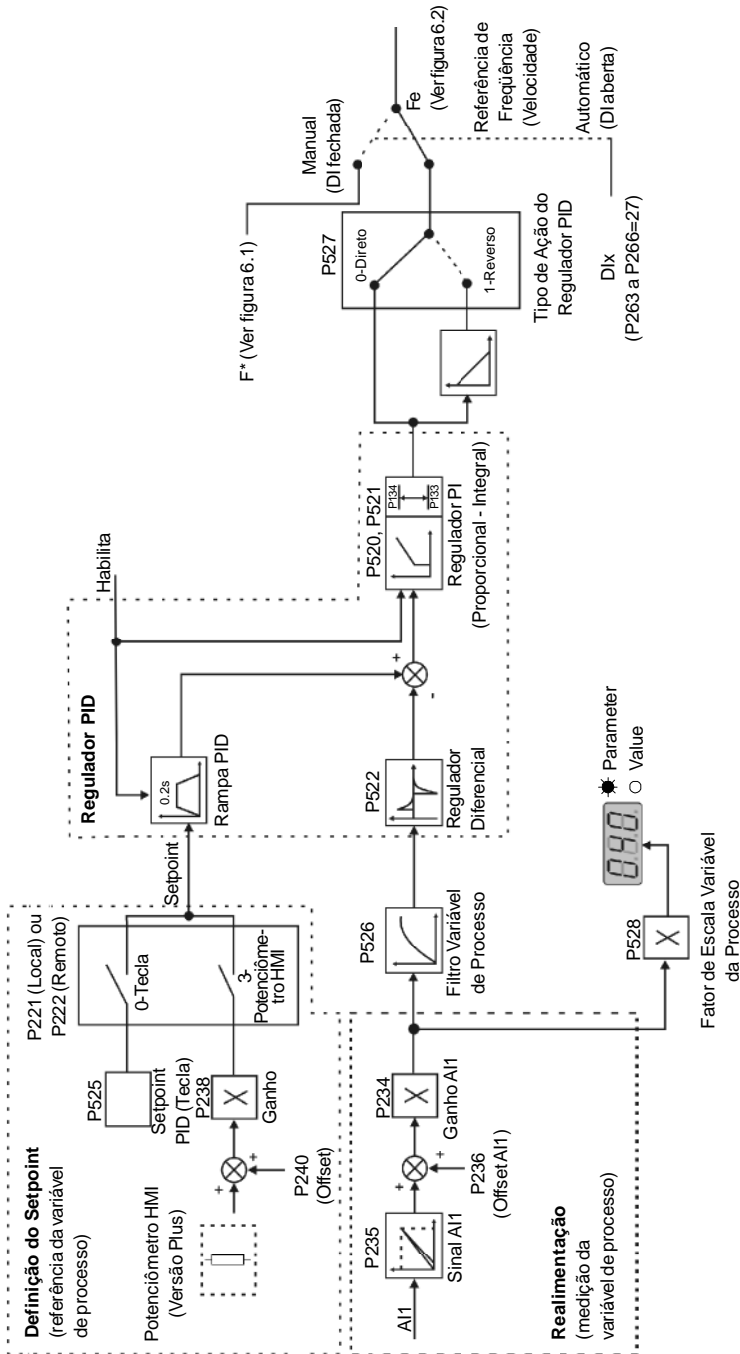

Figura 6.23 - Blocodiagrama da função regulador PID
- ☑ A figura 6.23 apresenta uma representação esquemática da função regulador PID.